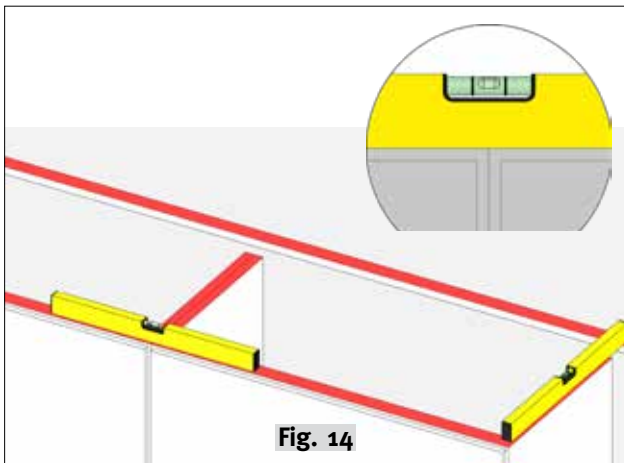

Fig. 14
- 3a. Los muebles deben colocarse perfectamente nivelados (**fig. 14 and 15**).